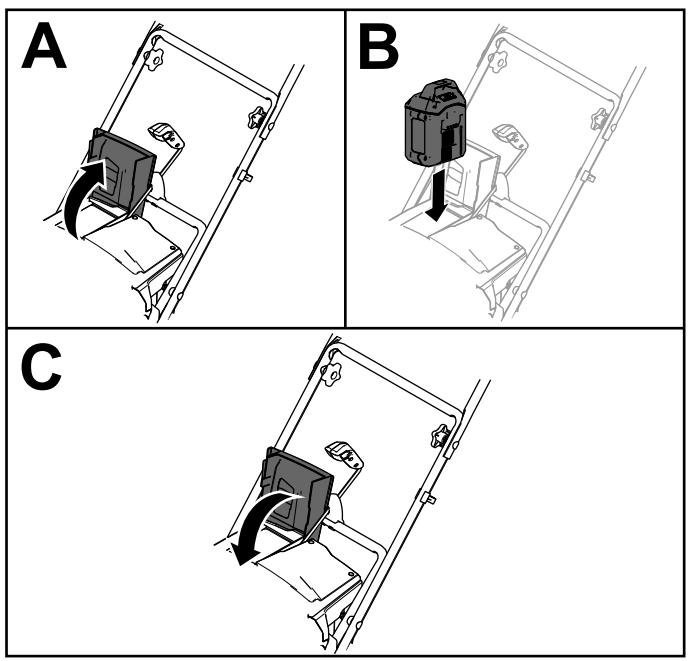

図 10
2. バッテリーコンパートメントリッドを持ち上げる図 10 の A。
3. バッテリーパックのくぼみをマシンの舌の位置に合わせ、バッテリーパックを所定の位置にロックされるまでコンパートメント内にスライドさせる図 10 の B。
4. バッテリーコンパートメントリッドを締める図 10 の C。